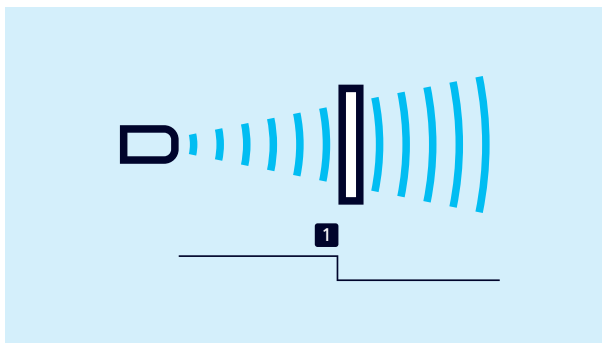

Bild 6: Schaltpunkt (Methode A), Einzelpunkt
- Der Schaltausgang wird gesetzt, wenn die zu einem Objekt gemessene Entfernung kleiner ist als der eingestellte Schaltpunkt (vgl. Bild 6).